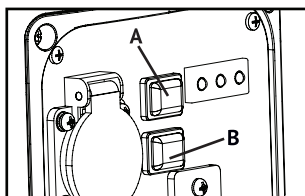

Рис. 9
- Переведіть перемикач запалювання ENG. SW / ДВИГУН **B** в положення ВКЛ (рис. 9).